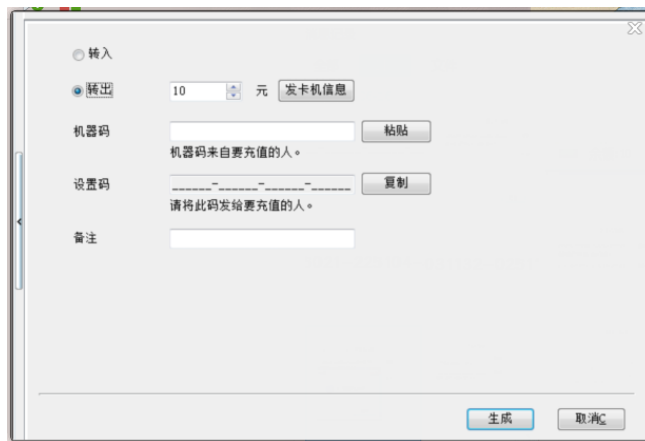

图 7 转出余额
2. 点击  转出，进入金额的转出管理，进入后的界面如图 7 所示。
3. 如图 7 所示，在 元输入转出金额，并将向您发起充值的申请人机器码粘贴到 中，点击  生成 后会有如图 8 所示的确认提示。